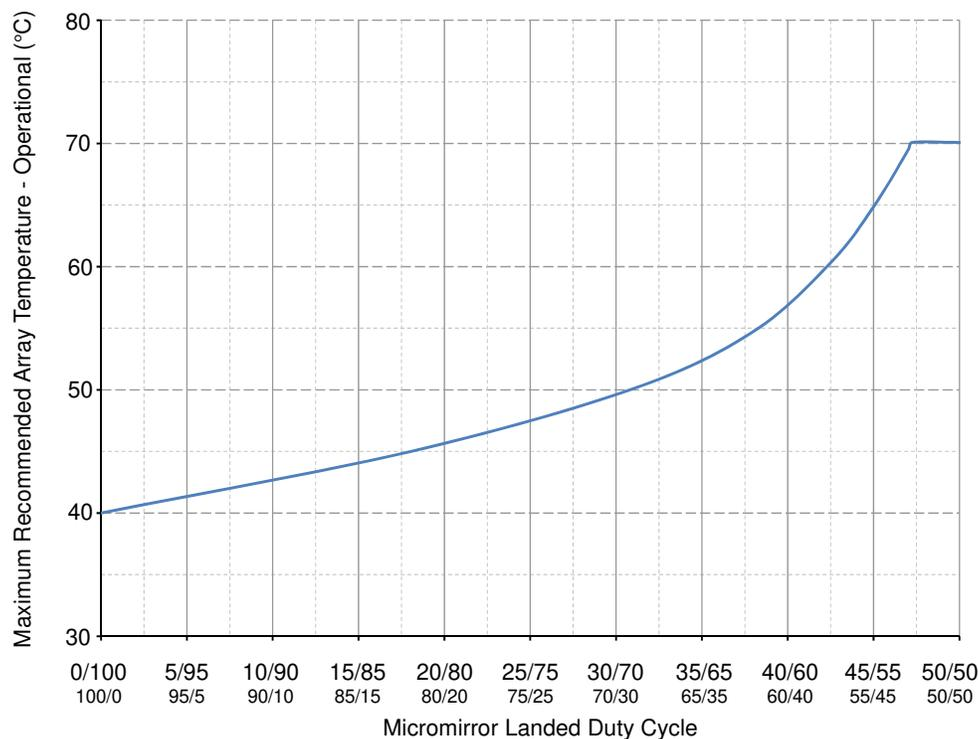
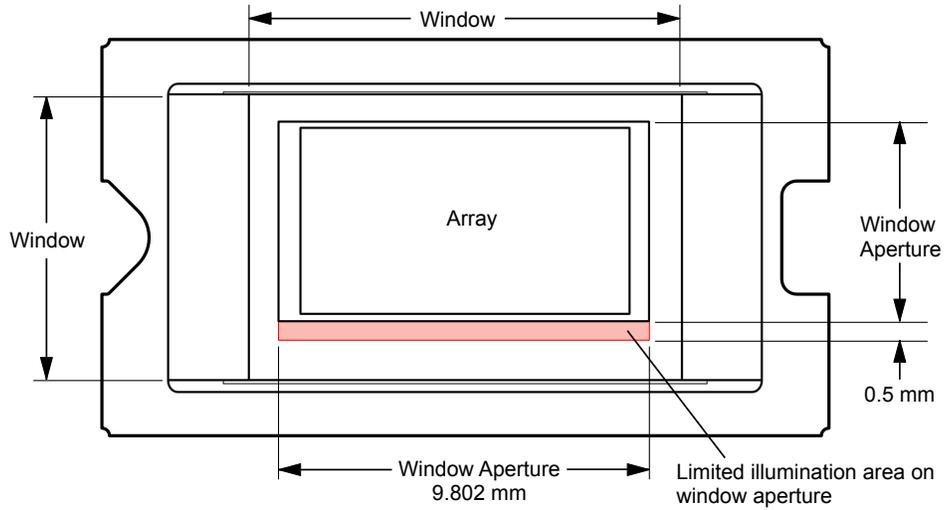

図 5-1. 推奨最大アレイ温度—ディレーティング曲線
図 5-2. イルミネーション オーバーフィル ダイアグラム - クリティカル エリア
- (11) 長期は、デバイスの使用可能寿命と定義されます。
- (12) 図 5-1 に示すように、最大動作アレイ温度は、最終アプリケーションにおいて DMD が受けるマイクロミラーの着地デューティサイクルに基づいてディレーティングする必要があります。マイクロミラーのランデッド デューティ サイクルの定義については、マイクロミラーのランデッド オン/ランデッド オフ デューティ サイクル を参照してください。
- (13) デバイスが高温の露点温度範囲にない経時的な平均値 (保存や動作を含む)。
- (14) 保存時および動作時の高露点温度範囲への曝露は、 $CT_{ELR}$  の合計累積時間未満に制限されます。
- (15) 図 5-2 で定義されている領域に適用されます
- (16) DMD のアクティブ領域は、DMD ウィンドウ表面の内部にある開口によって取り囲まれており、DMD デバイスアセンブリの構造を正常な表示のためにマスクします。開口部は、いくつかの光学条件を想定した大きさになっています。アクティブ アレイの外側を照らすオーバーフィル光は散乱し、DMD を使用する最終アプリケーションの性能に悪影響を及ぼす可能性があります。アクティブ アレイの外部に入射する光の光束を最小限に抑えることが、照明光学システム的设计要件となっています。システムの光学アーキテクチャとアセンブリ許容誤差によっては、アクティブ アレイの外側のオーバーフィル光量がシステム性能の劣化を引き起こす可能性があります。
- (17) 計算方法については、「ウィンドウ開口照度オーバーフィル計算」を参照してください。
- (18) DMD に入射する最大許容光出力は、規定された各波長範囲における最大光出力密度とマイクロミラー アレイ温度 ( $T_{ARRAY}$ ) によって制限されます。
- (19) 計算については、「マイクロミラー電力密度の計算」を参照してください。